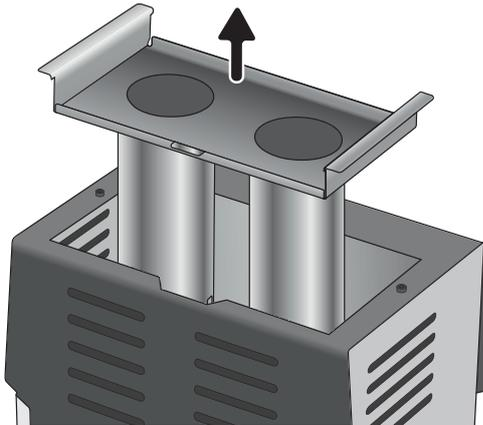

Abb. 4: Rösteinsatz ausbauen
2. Ziehen Sie den Rösteinsatz wie abgebildet (Abb. 4) nach oben aus dem Gerät.